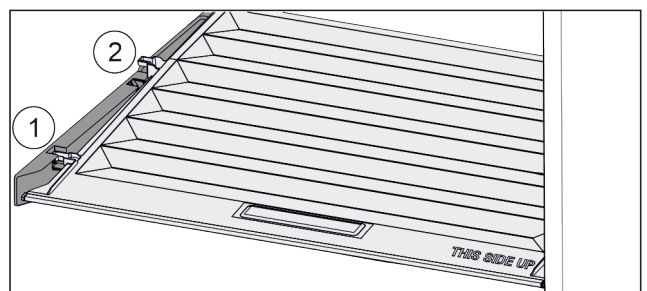

Fig. 67
- ▶ Deslice la tapa hacia delante hasta la abertura de las piezas de sujeción Fig. 67 (1).
- ▶ Levántela por detrás desde abajo y retírela tirando hacia arriba Fig. 67 (2).